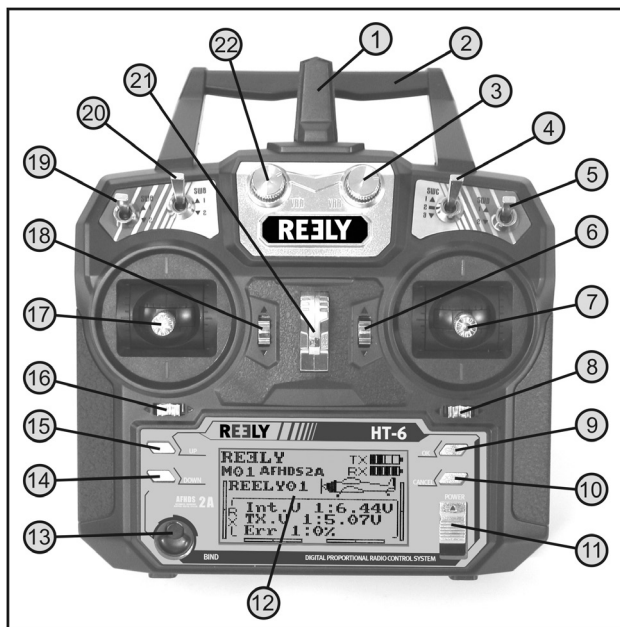

Figura 1
Lo stick di controllo per le funzioni timone di quota/nick e alettoni/roll (vedere figura 1, pos. 7) deve essere in posizione centrale. Anche lo stick di controllo per le funzioni timone di direzione/coda e gas/pitch (vedere figura 1, pos. 17) deve essere in posizione centrale o deve essere spostato nella posizione più bassa (posizione motore spento).
Ora è possibile accendere il trasmettitore con l'interruttore di accensione (vedere figura 1, pos. 11).
Se uno dei quattro interruttori a levetta (vedere figura 1, pos. 4, 5, 19 e 20) non sono in posizione avanzata o se lo stick di controllo per la funzione gas/pitch non è nella posizione abbassata, durante l'accensione viene emesso un segnale di avviso e sul display viene visualizzata un'indicazione al riguardo.